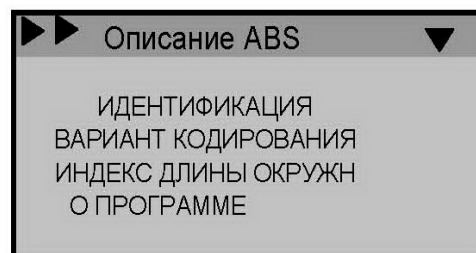

Рис. 7.86
1. Меню подраздела «**Описание ABS**» показано на рис. 7.86.